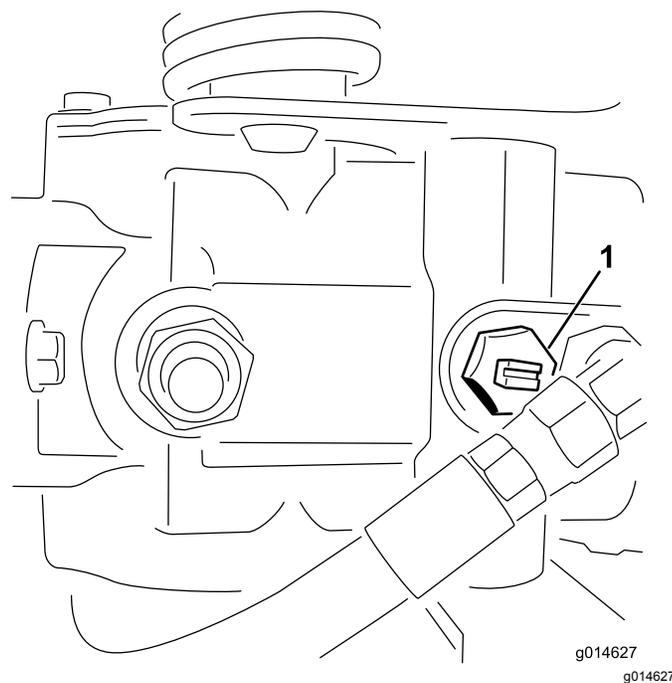

Рисунок 37
1. Найдите на насосе перепускной клапан и поверните его так, чтобы паз был вертикален (Рисунок 37).
2. Перед запуском двигателя закройте перепускной клапан, повернув его так, чтобы паз был горизонтален (Рисунок 37). Не запускайте двигатель, когда клапан открыт.